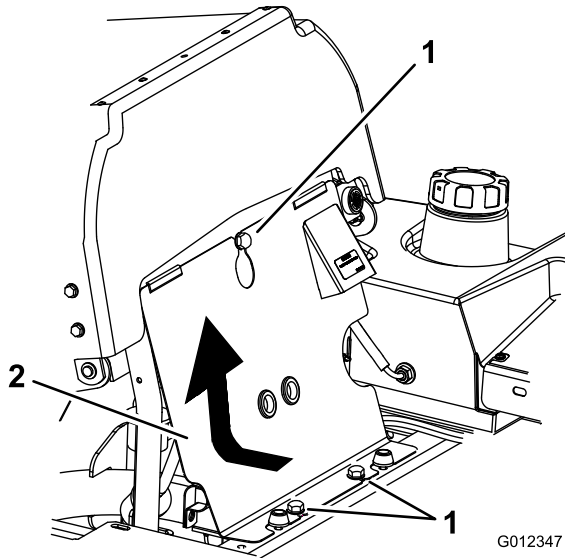

Figura 48
1. Inclíne el asiento hacia adelante, afloje los pernos y retire el panel delantero del motor (Figura 48).